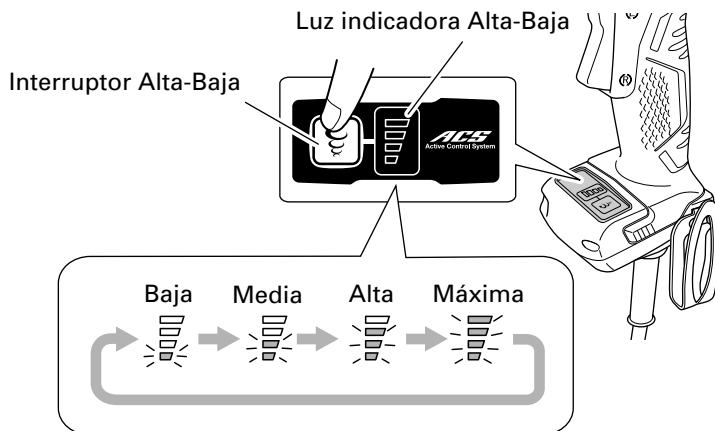

Fig. 4
3. Función Cambio del modo de ajuste (Fig. 4)